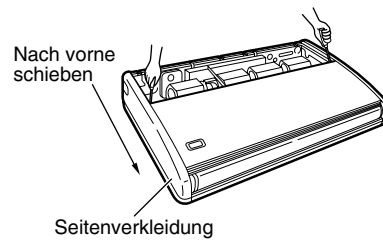

**Abb. 3-40**
- (4) Die Hängeanker hineindrehren, wobei diese aus der Decke herausragen müssen (Abb. 3-38 und 3-39). Die Längen der herausragenden Anker müssen gleich sein und dürfen 50 mm nicht überschreiten (Abb. 3-40).